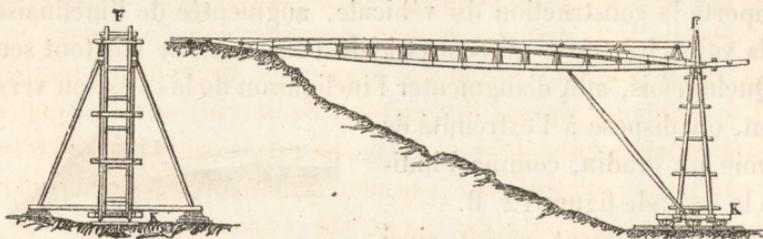

Fig. 15.
**Pont de décharge.** — Le pont de décharge (fig. 15) est com-